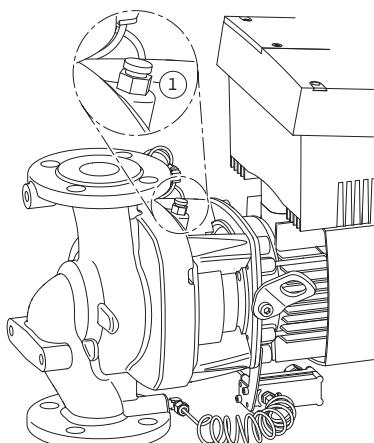

Fig. 45: Ilmanpoistoventtiili
- Ilmaa pumput avaamalla ilmausventtiilit (Fig. 45, kohta 1). Kuivakäynti rikkoo pumpun liukurengastivisteen. Paine-eroanturia ei saa ilmata (rikkoutumisen vaara).